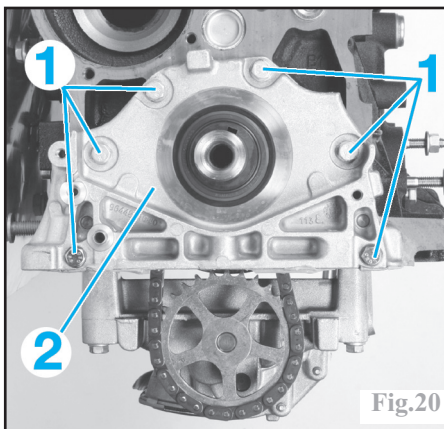

Fig.20
-les vis (1) du carter de fermeture (2) côté pompe à huile (Fig.20).
-le carter (2) de fermeture coté pompe à huile.